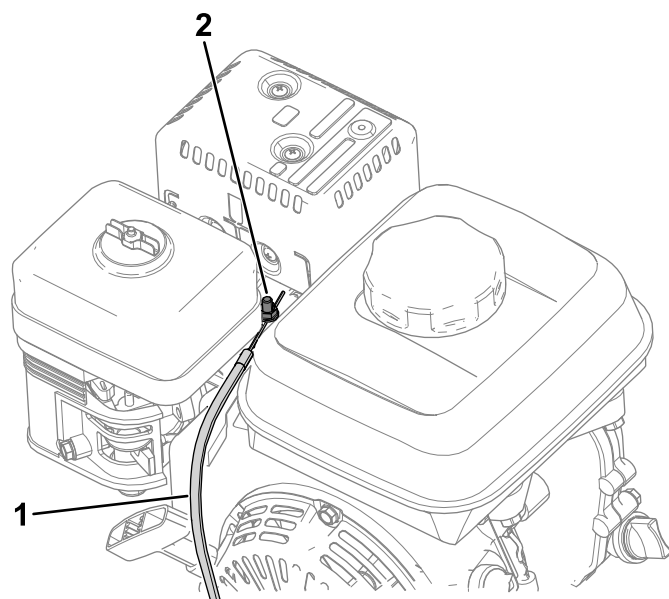

Figura 39
4. Allentate la vite sul fermo della condotta del cavo (Figura 39).